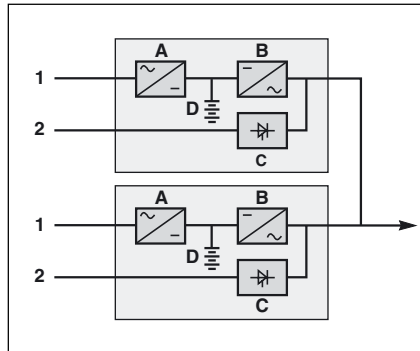

Abb. 5
Abb. 5 zeigt die Parallelschaltung von zwei USV-Anlagen im Redundanzbetrieb. Bei der Parallelschaltung von Frequenzwandlern gibt es keine Netzrückschalteneinrichtung NRE (C).